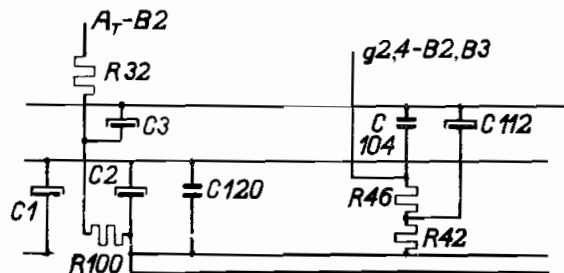
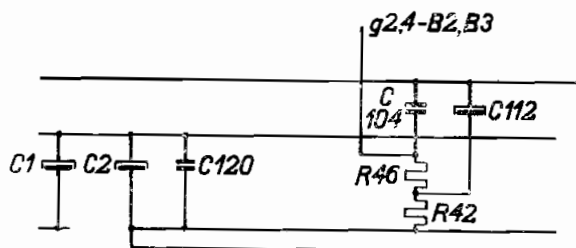

fig. 1
fig. 3
De fig. 1 en 2 geven resp. den toestand voor en na het aanbrengen van de wijzigingen aan. Voor de uitvoeringen 208 U -04, -07, -09, -10, -12, -16, -45, -46, -47, -48 gelden eveneens de bovenstaande wijzigingen, met uitzondering van het onder 2 en 4 vermelde. Uit de fig. 3 en 4 blijkt weer de toestand resp. voor en na het veranderen.
- 3e. 125 V \cong (gelijk- en wisselspanning), fig. 3.